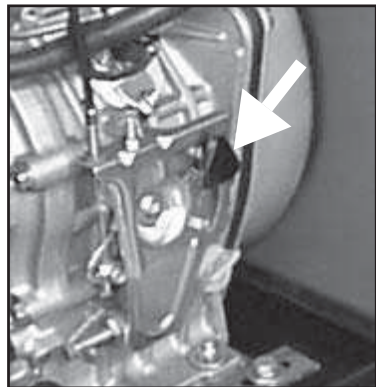

Fig. 7
2) Versión Motor Yanmar: Llevar el mando del acelerador, situado sobre el motor (ver fig. 7), a la posición alta; esperar a que el motor se apague por completo; devolver la llave a la posición "OFF".